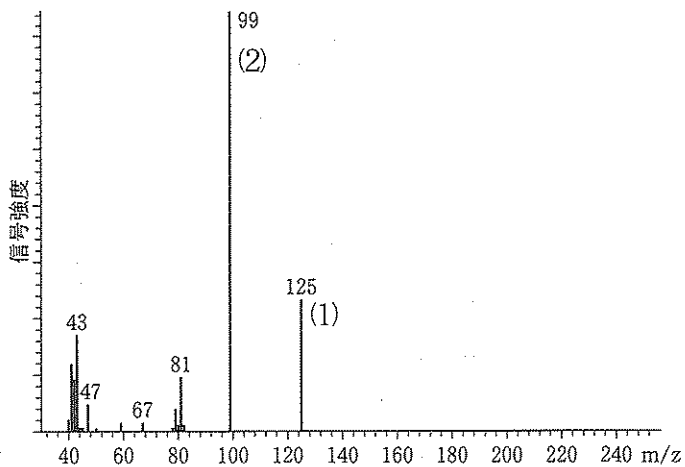

図 2-3 サリンのマススペクトル
次に図 2-3 (A)に神経ガスのサリンの構造式, (B)にそのマススペクトルを示